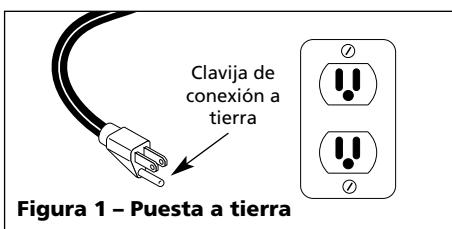

Figura 1 – Puesta a tierra
- T- Este producto requiere un circuito conectado a tierra de 120V, 15 amperios (vea la Figura 1).